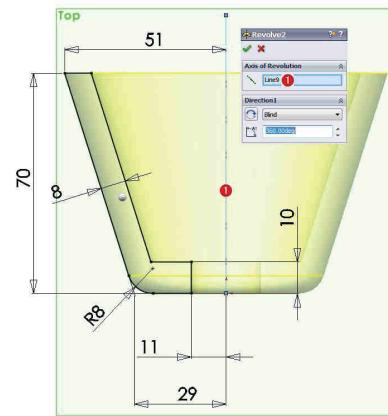

Fig. 1.31
- Click în câmpul **Axis of Revolution** și selecție axă de simetrie ①;
- In caseta **Boss-Extrude** PropertyManager, sub zona **Direction 1** se va completa, fig. 1.31:
- Click on **Axis of Revolution** field and select the symmetry axis ①.
- In the PropertyManager, under **Direction 1**, fig. 1.31: